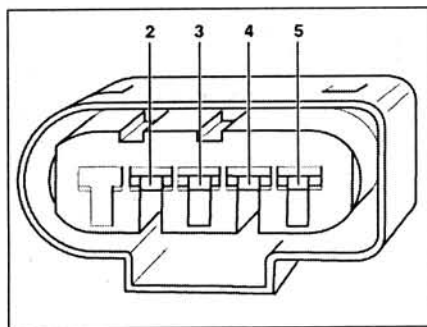

Рис. 3.37. Измерьте напряжение между контактами разъема расходомера воздуха.
14. Измерьте напряжение между контактами разъема проводки расходомера воздуха (рис. 3.37).
- На автомобилях с 68-контактным разъемом проводки блока управления: присоедините считыватель кодов неисправностей V.A.G 1598/18 к жгуту проводов блока управления двигателем. Проверьте провода между тестером и разъемом проводки на обрыв цепи: контакт 2 и гнездо 23, 45, 68, контакт 3 + гнездо 21, контакт 4 и гнездо 19, контакт 5 и гнездо 13 (рис. 3.37). **Заданное значение:** макс. 1.5 Ом. Проверьте провода разъема проводки на замыкание. **Заданное значение:** ∞ Ом.
- На автомобилях с 121-контактным разъемом проводки блока управления: присоедините считыватель кодов неисправностей V.A.G 1598/31 к жгуту проводов блока управления двигателем. Проверьте провода между тестером и разъемом проводки на обрыв цепи: контакт 2 и гнездо 1 и 2, контакт 3 и гнездо 49, контакт 4 и гнездо 30, контакт 5 и гнездо 68 (рис. 3.37). **Заданное значение:** макс. 1.5 Ом. Проверьте провода разъема на замыкание. **Заданное значение:** ∞ Ом.